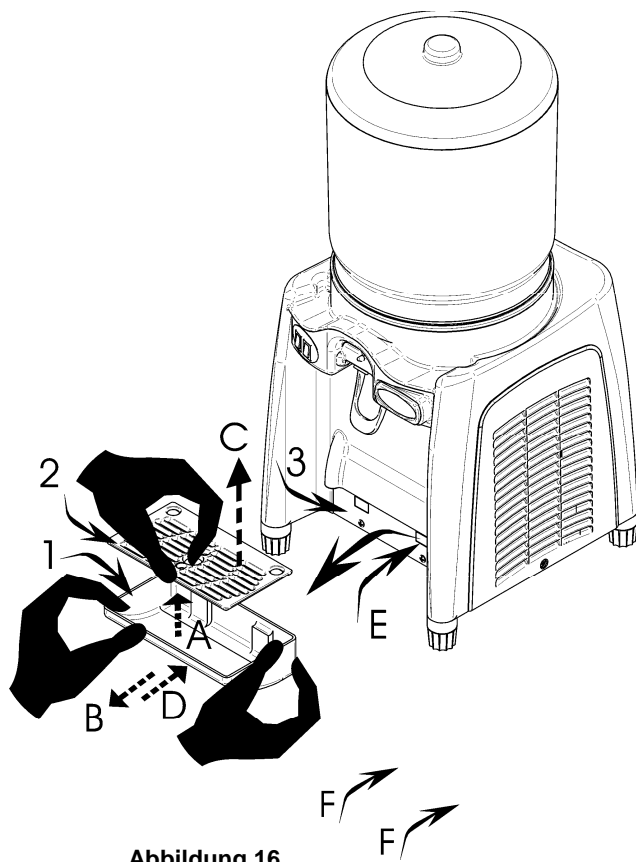

Abbildung 16
15.- Täglich die Tropfschale leeren (1) (**Abb. 16**). Zum Abnehmen leicht anheben (Pfeil **A**), nach vorne ziehen (Pfeil **B**), das Gitter abnehmen (2), wie Pfeil **C** anzeigt, Inhalt entleeren und anschließend die beiden Teile reinigen. Das Gitter (2) wieder auf die Tropfschale (1) setzen und am Frontpaneel (3) befestigen, wie Pfeil **D** zeigt, wobei die beiden Rastzapfen (**F**) an der Hinterseite der Tropfschale in die beiden Öffnungen (**E**) eingehängt und nach unten gedrückt werden müssen (**G**).